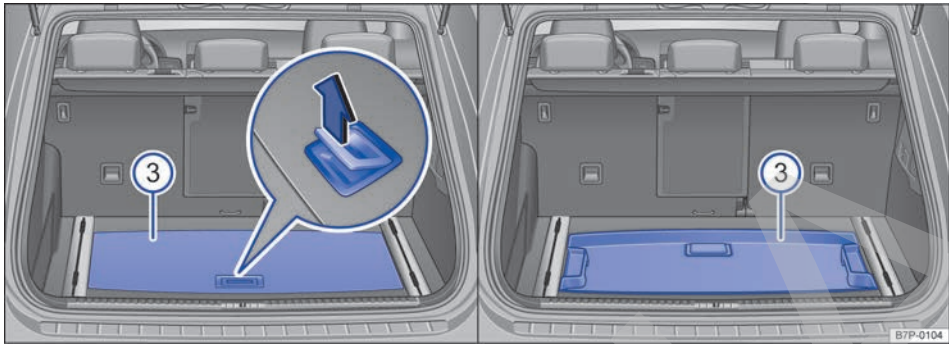

Fig. 221 En el maletero sin rueda de repuesto igual a las montadas: darle la vuelta al piso de carga reversible.
- Tire del asidero → fig. 221 (imagen ampliada izquierda) del piso reversible ③ en el sentido de la flecha y levante el piso.
- Retire el piso reversible → fig. 221 ③.
- Tire del piso → fig. 221 ③ por el asidero, dele la vuelta y colóquelo sobre la cavidad → fig. 221 (imagen de la derecha).